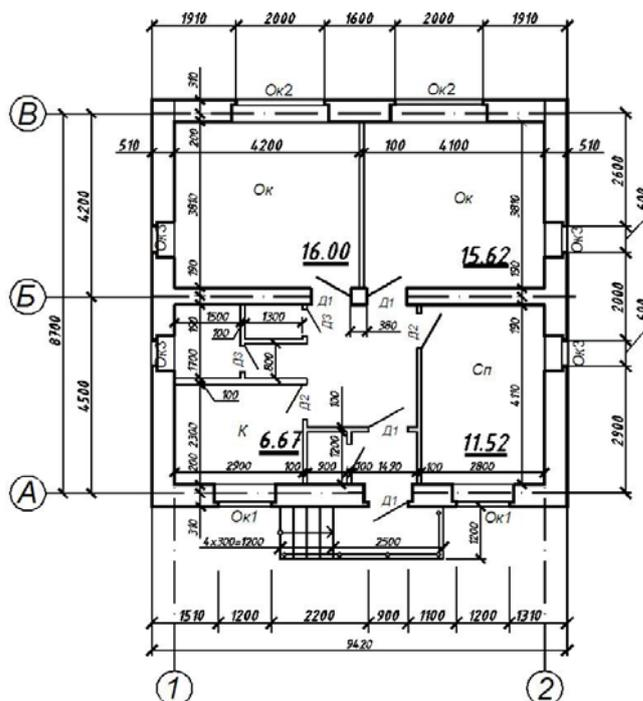

Рис.6 – Ступеньки, маркировка осей
6. Дочертить ступеньки, доставить недостающие размеры (рис.6). Замаркировать окна, двери, комнаты. Надписи делать, используя команды «ДТЕСТ (_DTEXT)» либо «МТЕКСТ (_MTEXT)».